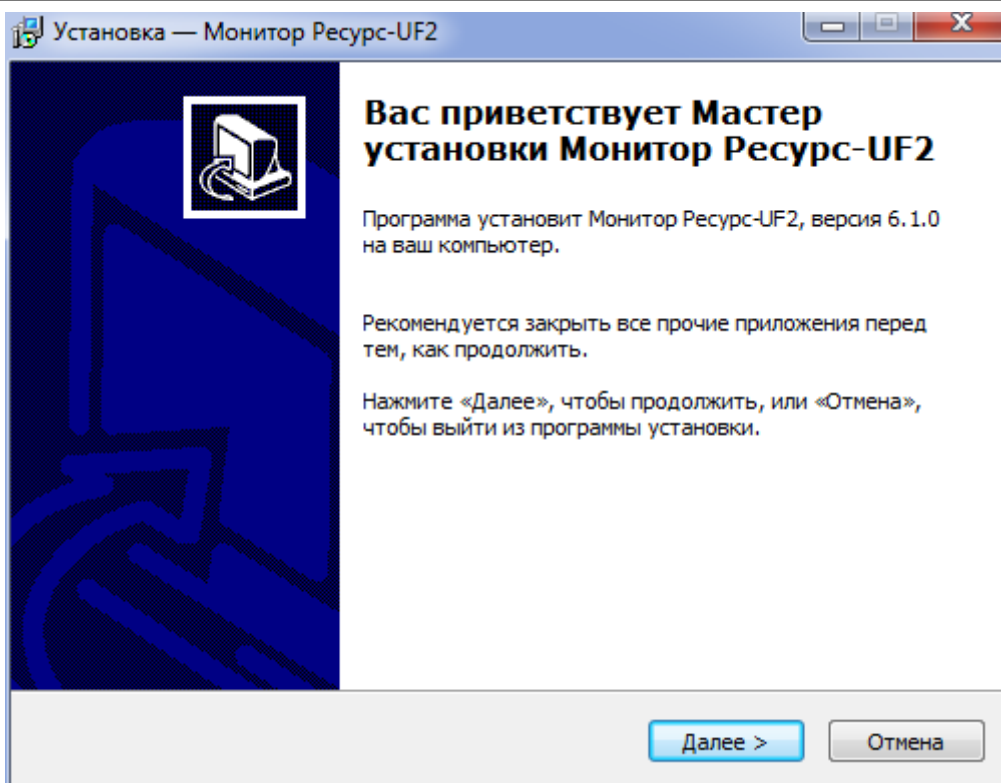

Рисунок 2.1 Информационное окно начала установки
2.2.1 При запуске программы MonitorUF2Setup.exe появляется информационное окно начала установки (рисунок 2.1), где пользователя знакомят с программой установки и напоминают о необходимости завершения работы всех программ, которые могут выполняться перед началом установки. Большинство приложений могут быть закрыты с помощью контекстного меню панели задач операционной системы. Для продолжения установки необходимо нажать кнопку «Далее».